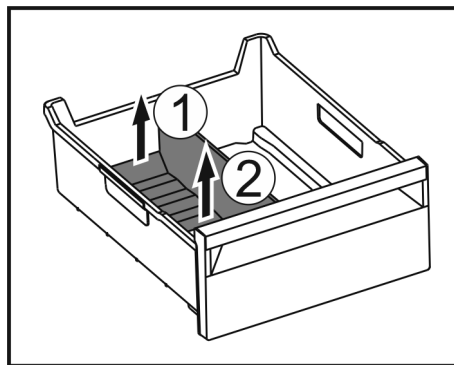

Fig. 139
- Soulever la partie arrière du séparateur de congélateur. Fig. 139 (1)
- Retirer le séparateur de congélateur par le haut. Fig. 139 (2)